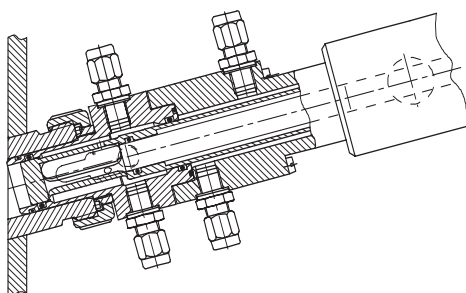

Figure 1.2 Position "OUT" (rétractée)
1. Toute manipulation sur la partie supérieure d'un support rétractable et sur une électrode combinée déjà montés ne peut être effectuée que si ledit support rétractable se trouve en position rétractée, c.-à-d. si la pointe de l'électrode se situe dans le compartiment de rinçage inférieur (cf. fig 1.2).
La pointe de l'électrode de mesure peut être rincée (nettoyage) en position rétractée dans le sas à double compartiment (cf. fig. 1.2), faire l'objet d'un service de maintenance (si nécessaire) puis être stérilisée à la vapeur vive. Contrairement au principe de fonctionnement d'une chambre à compartiment unique, celui d'une chambre à double compartiment garantit que le compartiment de rinçage inférieur, proche du milieu réactionnel, demeure stérile après la stérilisation, même après l'introduction de l'électrode dans le réacteur. Ceci est rendu possible par le fait que la partie de l'électrode qui pénètre dans le compartiment de rinçage inférieur est préalablement stérilisée dans le compartiment supérieur.